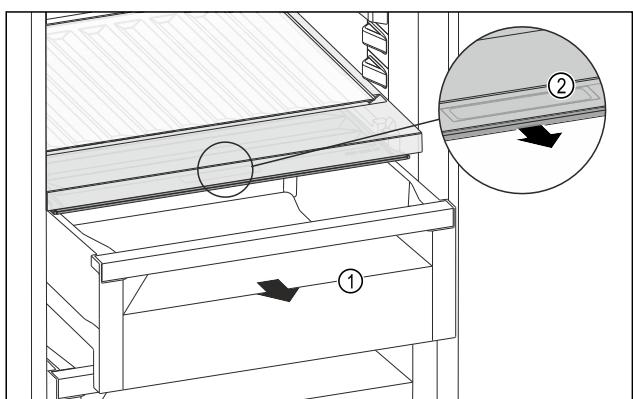

Fig. 117
- Schubfach Fig. 117 (1) herausziehen.
- Griffmulde Fig. 117 (2) am Fachdeckel anfassen und Fachdeckel gleichzeitig nach vorne ziehen.